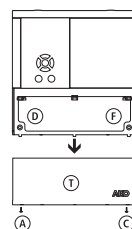
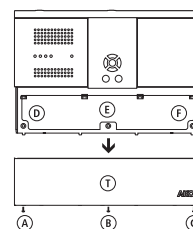

FIG.1a
FIG.1b
- Retirar la tapa T del equipo (Fig.1a o Fig.1b)
- Insertar y apretar los tornillos D, E, F (Fig.1a o Fig.1b)
- Después de conectar los cables según el esquema de conexionado, cerrar la tapa T, insertar y apretar los tornillos A, B, C (Fig.1a o Fig.1b)